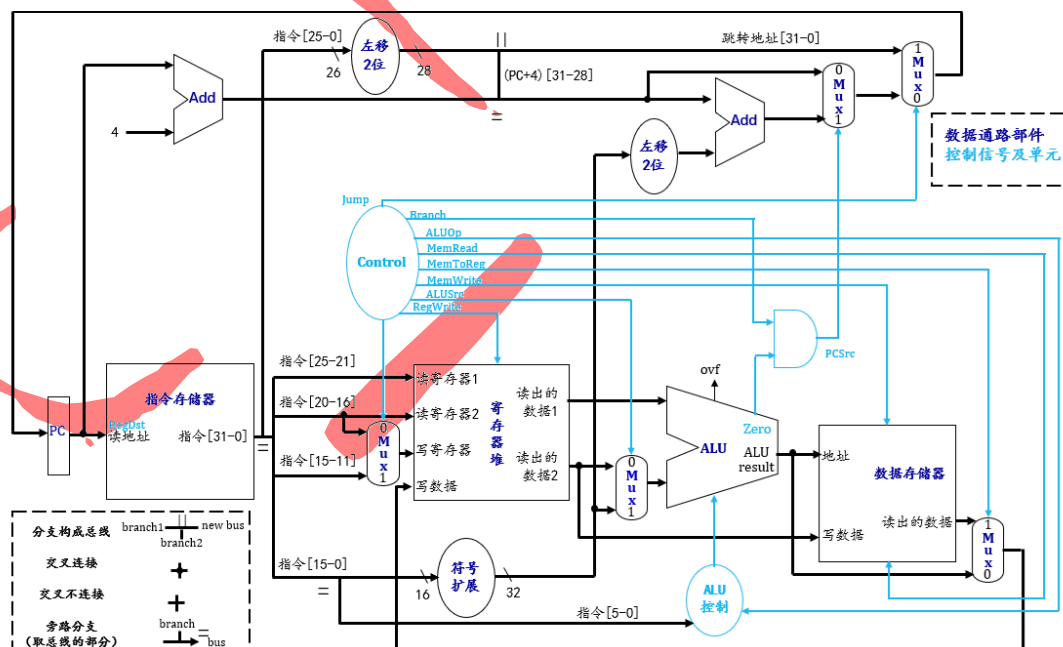

Figure 4-24 The Simple Datapath with the Control Unit
将数据通路部件和控制单元结合起来，就完成了本章 MIPS 核心子集的单周期实现，如 Figure 4-24 所示：
- (1) 在 Figure 4-24 基础上画出该指令执行时的数据通路；
- (2) 该指令执行后，新的 PC 地址是什么；
- (3) 给出指令执行时每个多路选择器的输入输出值；
- (4) 两个加法器及 ALU 的输入是什么；
- (5) 控制单元 ALU 的输入输出是什么；
- (6) 寄存器堆输入（包括控制信号）是什么。